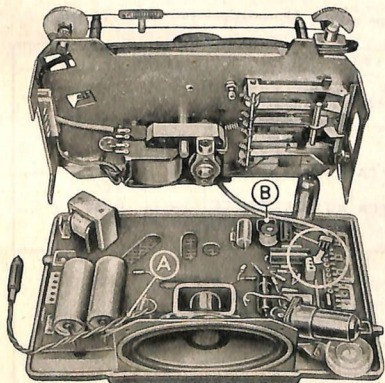

Fig. 5
- La resistenza semifissa « A » serve per la taratura dell'indicatore del livello di registrazione. Essa viene regolata in fabbrica in sede di collaudo e non è quindi necessario, normalmente, ritoccarne la regolazione: nel caso però in cui, per sostituzione delle valvole o per altri motivi, le variazioni luminose fossero insufficienti od eccessive si operi come segue (fig. 5):